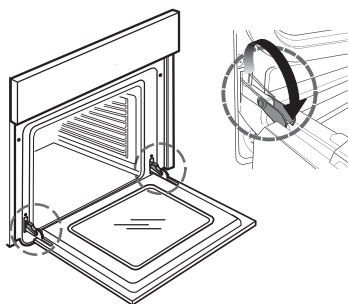

fig. 1
2. Lyft de två spärrhakarna i gångjärnen och skjut dem framåt till anslaget (fig. 1).